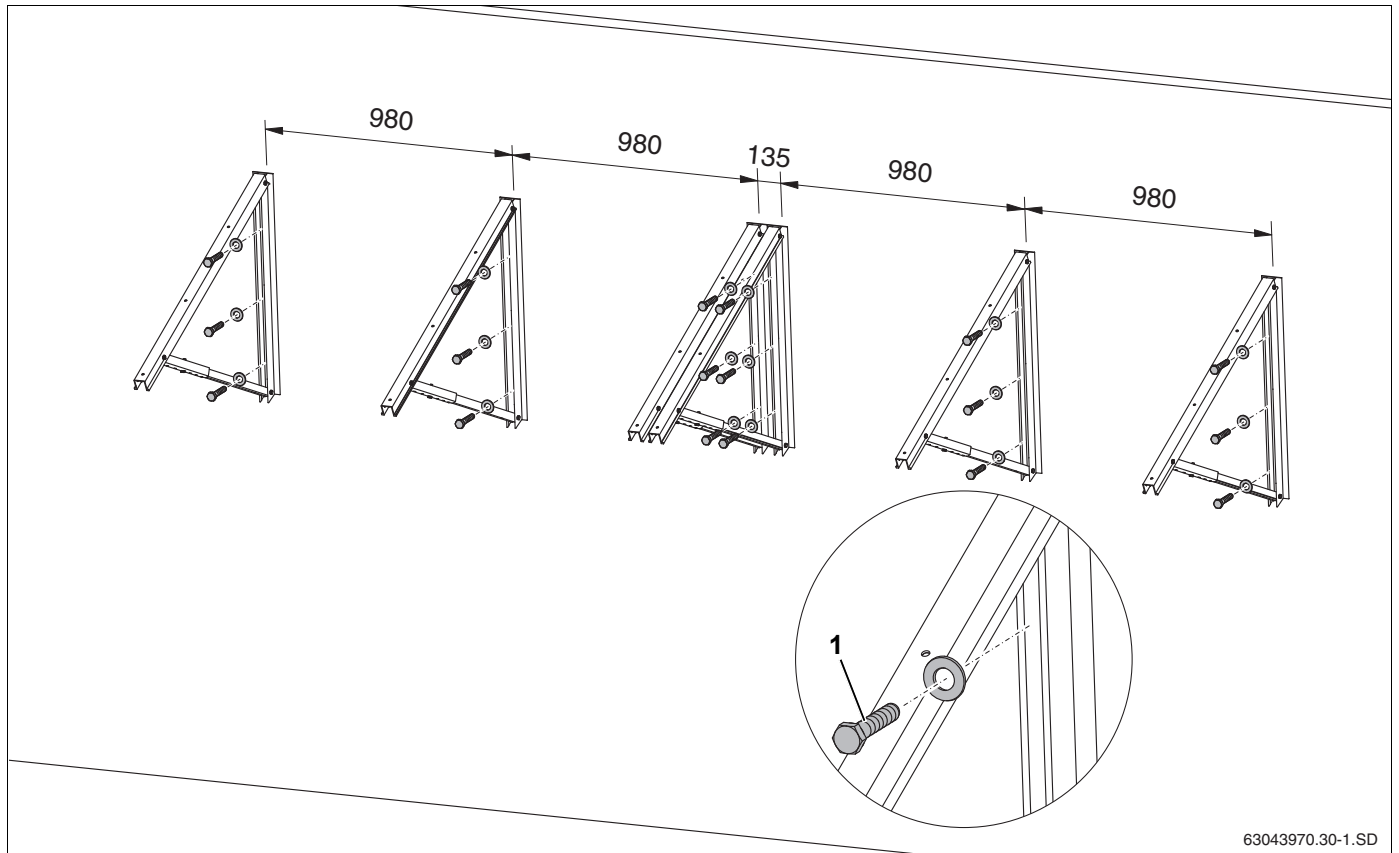

Рис. 30 Расположение опор на фасаде для 2 коллекторов (размеры в мм)
- Каждую опору коллектора нужно закрепить 3 вин-тами (см. таб. 9, рис. 30, поз. 1) на фасаде рядом друг с другом.